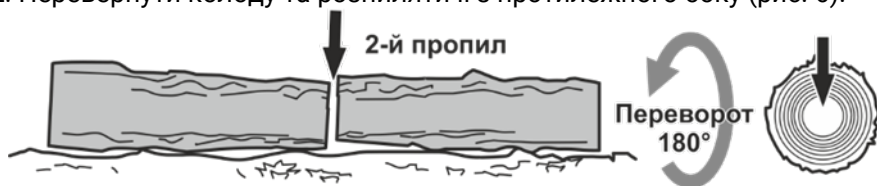

Рисунок 6. Схема остаточного розпилу колоди з протилежного боку.
2. Перевернути колоду та розпиляти її з протилежного боку (рис. 6).